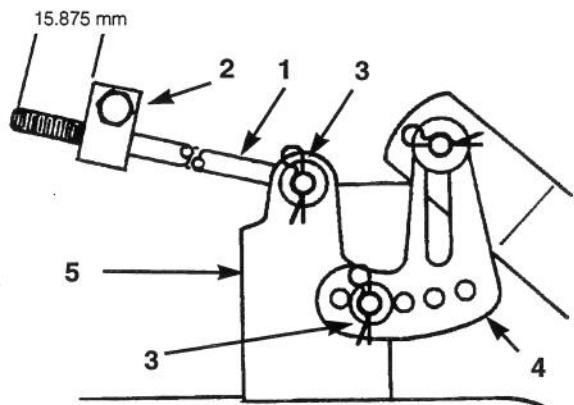

Figure 7
9. Insérer l'extrémité de la longue tige dans le trou du support de la tondeuse (Fig. 7). Fixer la tige en place au moyen de la rondelle et de la goupille. Répéter l'opération de l'autre côté de la tondeuse.
10. Monter la patte fendue de mise à niveau sur la goupille du bras de hauteur de coupe (Fig. 7). Fixer la tondeuse au moyen de la rondelle et de la goupille. Répéter l'opération de l'autre côté de la tondeuse.
8. Vérifier que les deux tiges dépassent le bloc de réglage de 15,87 mm (Fig. 7).